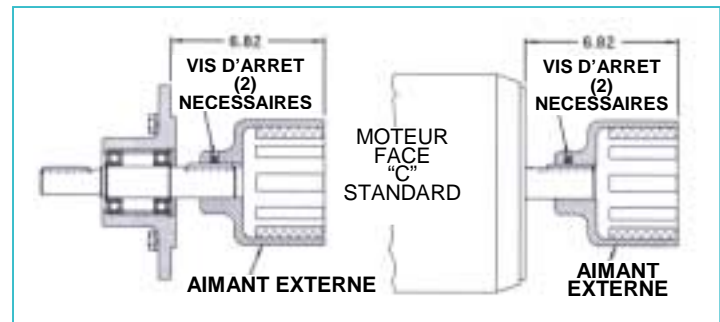
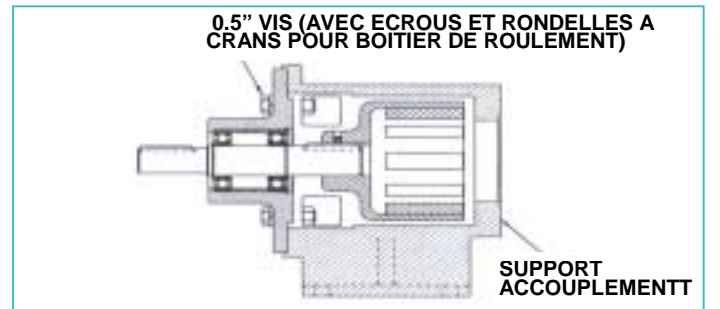

FIGURE 32
FIGURE 33
1. Vérifiez qu'aucun objet métallique ne soit attaché aux aimants. Retirez les corps étrangers. Situez l'aimant externe selon ses dimensions (Voir Figure 32). Appliquez du Loctite et serrez les vis d'arrêt sur le moteur, ou le boîtier de roulement & arbre.
2. Si le support n'est pas fixé à une base, bridez-le (Voir Figure 33) Montez le moteur ou le boîtier de roulement sur le support et fixez avec 4 vis de 0.5". Avancez la main et faites tourner les aimants manuellement afin de vérifier l'absence de toute interférence. En cas de frottement, vérifiez la dimension à la Figure 32 ou contactez l'usine.